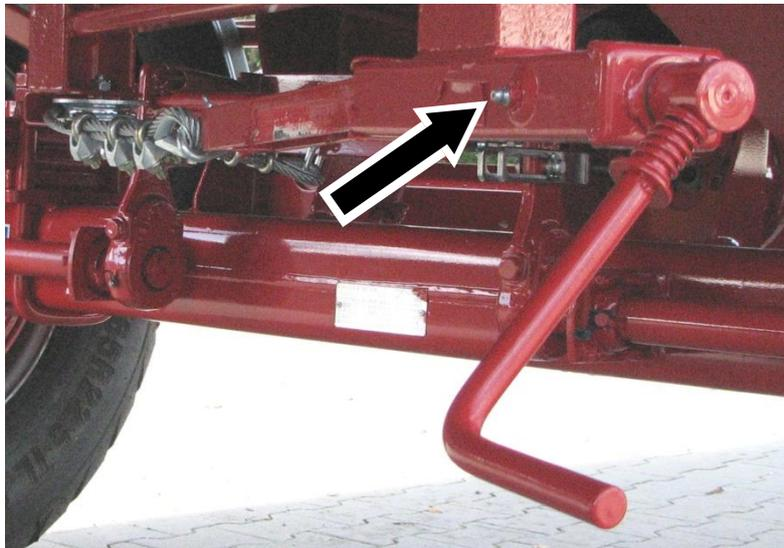

Abbildung 42: Schmiernippel der Spindel
- ⇒ Schmieren Sie die Spindel über den Schmiernippel mit Fett ab (siehe Abbildung 42).